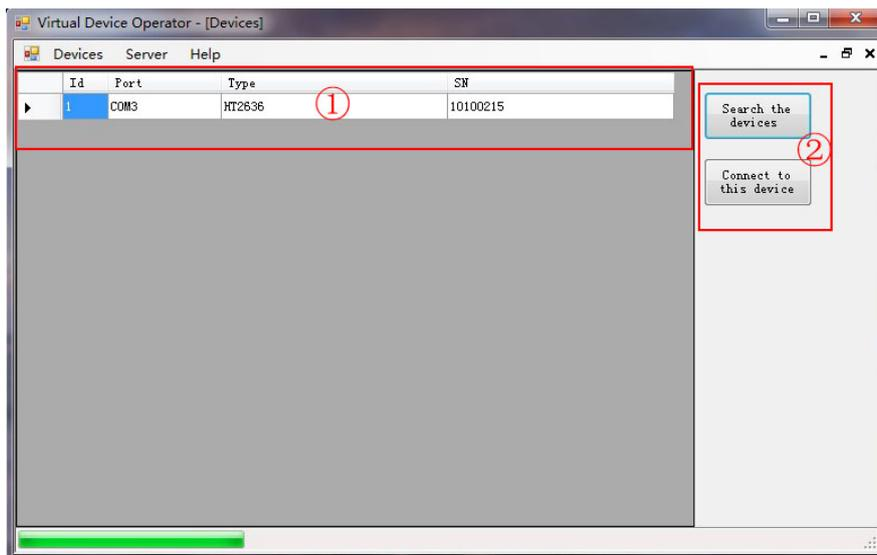
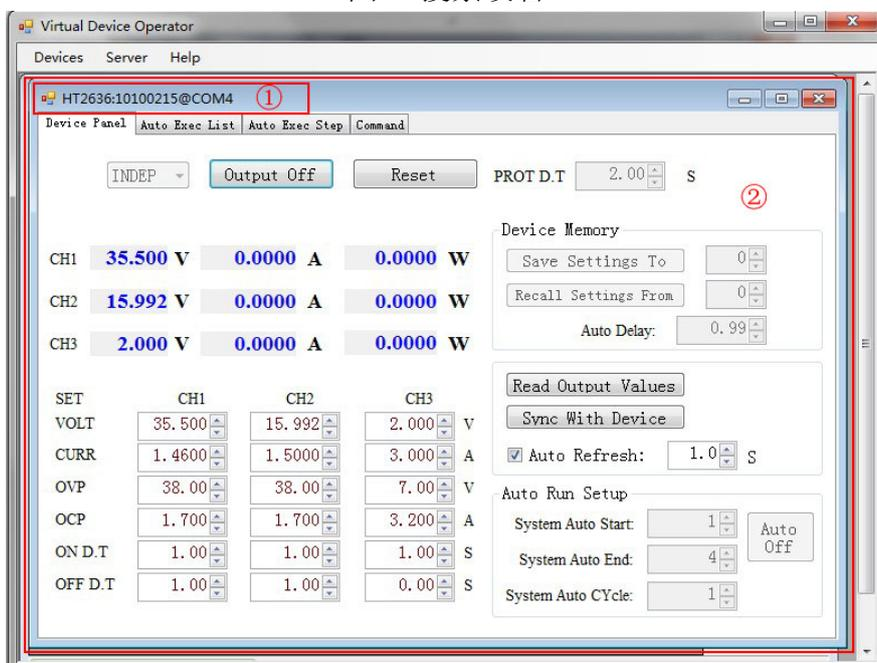

图 7 搜索设备
图 8 弹出设备操作窗口
启动 Virtual Device 后搜索与电脑连接的设备。如图 7 所示，点击标注②处的“Search the devices”按钮，在图 7 标注①处将列出与电脑相连的设备信息（Port、Type 和 SN），用鼠标在①处选中要连接设备，然后单击“Connect to this devices”即可连上所连设备，并弹出设备的操作窗口，如图 8 标注②所示（图 8 标注①为所连设备的信息）。